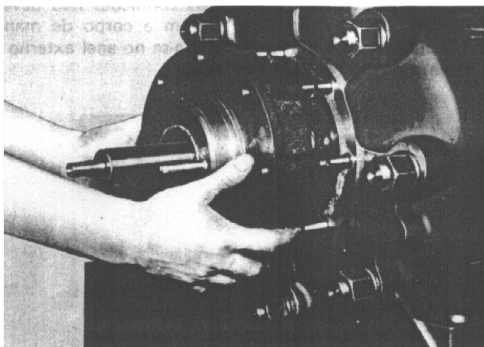

Fig. 8
- Extrair a Caixa de Gaxeta, juntamente com os Anéis de Gaxeta, que estarão dentro da mesma. (Vide fig. 8)